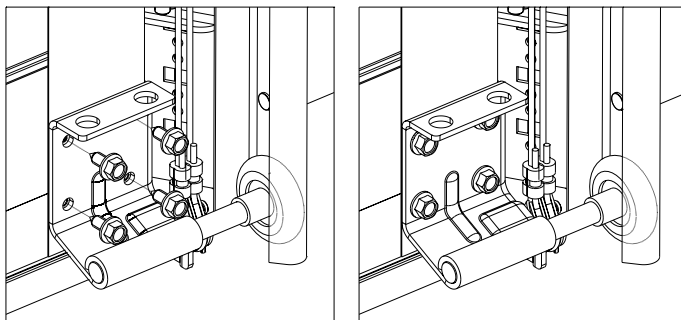

Fig. 13.4.
4) monter bundbeslagene (fig. 13.4):